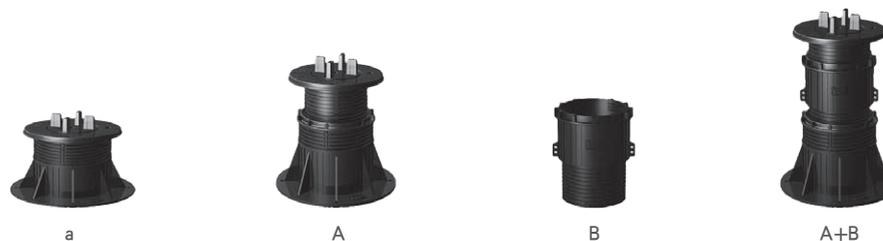

图3 YKL[®]易卡联万能支撑器产品增高组装示意图
- 3) YKL[®]易卡联万能支撑器增高组装示意图见图3,产品类型、型号、架空高度、坡度和增高组合见表3-2所示。